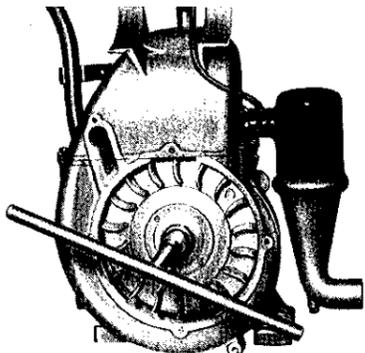

Bild 18. Mutter mit Spezienschlüssel ausdrehen
2. Mutter mit Spezienschlüssel ausdrehen (Bild 18).